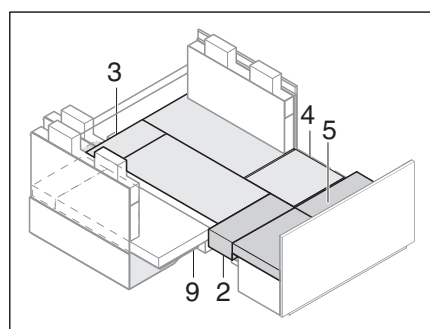

Fig. 223 Dopo l'estrazione
- Applicare i cuscini aggiuntivi (Fig. 223,5).